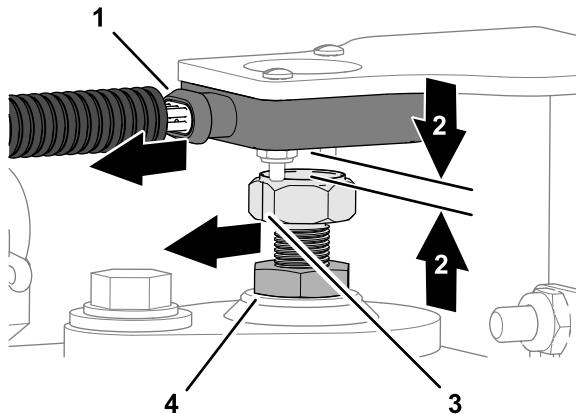

Bild 11
1. Stellen Sie die Position des magnetischen Schaltziels ein, bis Sie einen Abstand von 4 mm zwischen dem Schaltziel und der Oberfläche des Sensors messen (Bild 11).
2. Drehen Sie das magnetische Schaltziel, bis die Indikatorlinie, die in die flache Seite des magnetischen Schaltziels eingraviert ist, mit dem Kabelanschluss des Sensors übereinstimmt (Bild 11).
3. Ziehen Sie die Klemmmutter an (Bild 11).
4. Messen Sie den Abstand zwischen dem Schaltziel und der Oberfläche des Sensors (Bild 11). Dieser sollte 2 bis 4 mm betragen.